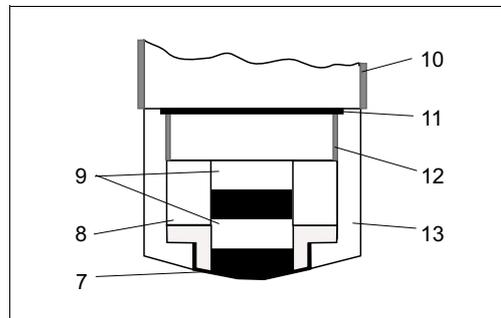
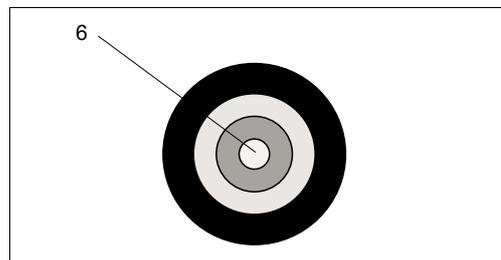

Fig. 12: Testa del sensore, schema ritaglio
Fig. 13: Testa del sensore, vista dall'alto
- Testa del sensore con catodo e anodo (fig. 12, fig. 13)
- Membrana con elettrolita (fig. 12, pos. 13 e 8)